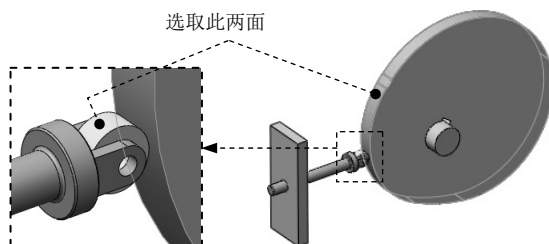

图 11.3.2 定义参照面
(1) 选择下拉菜单 **插入(I)**  **配合(M)...** 命令，系统弹出“配合”对话框。
(2) 单击“配合”对话框 **机械配合(A)** 区域中的 **凸轮(M)** 按钮，选取如图 11.3.2 所示的两个面为相切面。
(3) 单击两次  按钮，关闭“配合”对话框。